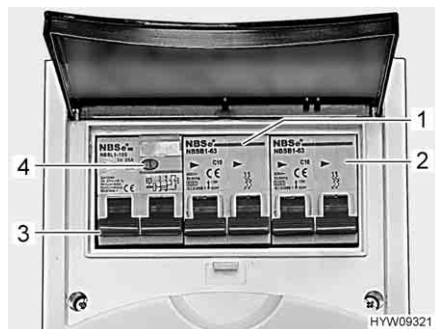

Fig. 99 Interruttore di sicurezza e interruttore automatico FI (scatola dei fusibili a 230 V)
Un interruttore di sicurezza per correnti di guasto (interruttore automatico FI) (Fig. 99,3) nella scatola dei fusibili protegge l'intero veicolo da correnti di guasto (30 mA).
L'interruttore di sicurezza collegato in serie (10 A) (Fig. 99,1) protegge le prese da 230 V, la centralina elettrica, il caricabatteria supplementare e il frigorifero.
Per veicoli con accessori opzionali, p. es. l'impianto di climatizzazione a tetto, un ulteriore interruttore di sicurezza (16 A) (Fig. 99,2) protegge l'apparecchio. La scatola dei fusibili è montata nell'armadio guardaroba.
- Se il veicolo è collegato all'alimentazione a 230 V, premere il tasto di controllo (Fig. 99,4). L'interruttore di sicurezza per correnti di guasto (FI) deve scattare.